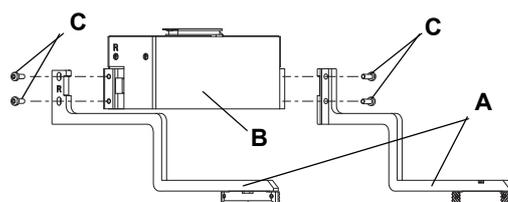
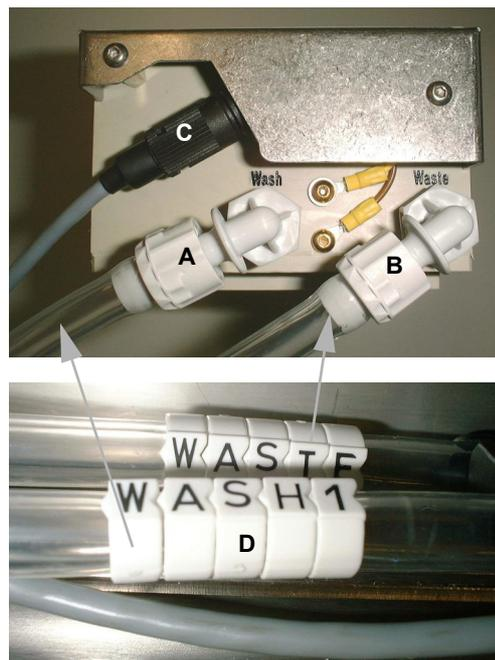

Fig. 5-5 Installation/retrait des doigts préhenseurs
Fig. 5-7 Connexions du bloc de lavage
- 4 Brancher le câble de capteur de niveau de lavage dans les connecteurs correspondants sur l'unité de lavage (C) et le bloc de lavage (C, Fig. 5-7, Fig. 5-5).
- 5 Connecter les différents réservoirs de liquide de lavage (D) et le réservoir de déchets (E) aux raccords correspondants de l'unité de lavage.